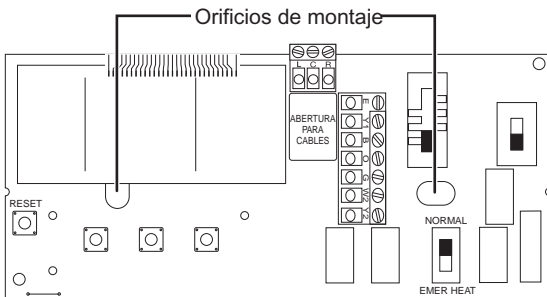

Figura 4
5. Coloque el termostato en la ubicación deseada en la pared. Asegúrese de que los cables entrarán por la abertura (Figura 4) en la base del termostato.
6. Marque la ubicación de los orificios de montaje (Figura 4). Deje la base aparte.